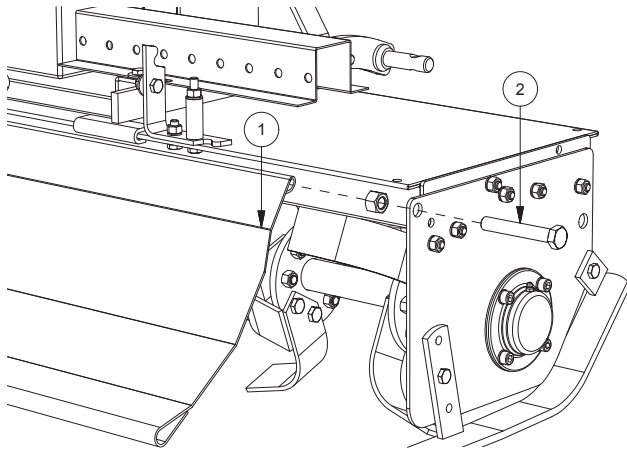

FIG. 7
- Die hintere Haube montieren (1, Fig. 7): sie zwischen die Seitenrahmen positionieren; die Stange (2) durch die Haube und beide Seiten einsetzen.